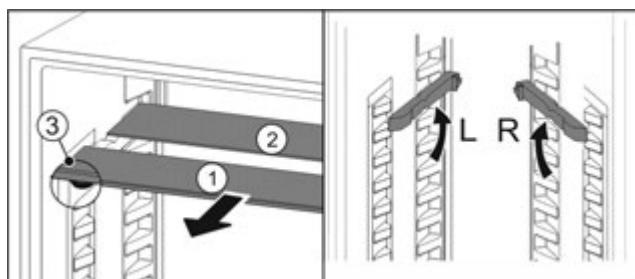

Fig. 46
- Посьуньте Fig. 46 (1) скляну панель вперед.
- ▷ Скляна панель Fig. 46 (1) з декоративною планкою лежить спереду.
- Стопори Fig. 46 (3) показують вниз.